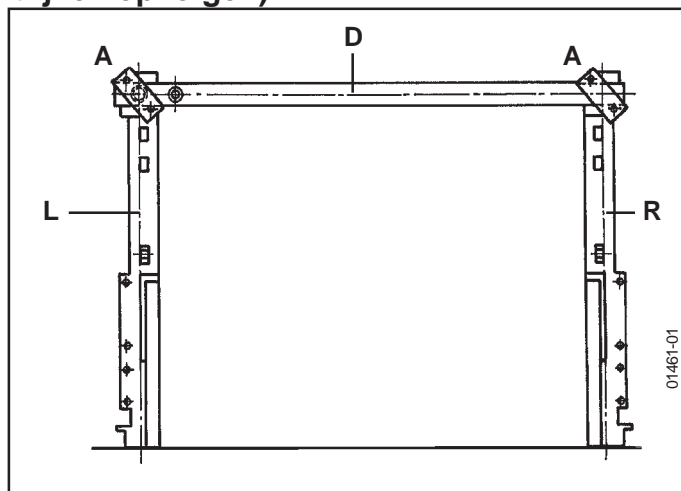

Fig. 1
Het verwarmingslichaam bestaat uit drie soorten elementen: een element uiterst links (L), tussenelementen (M) en een element uiterst rechts (R) (Fig. 1 en 7).